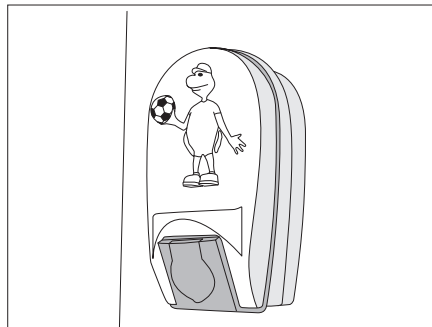

Fig. 173 Lampe de lit d'enfant
- Compresser légèrement le cache de luminaire de la lampe de lit d'enfant (Fig. 173) et l'enlever.